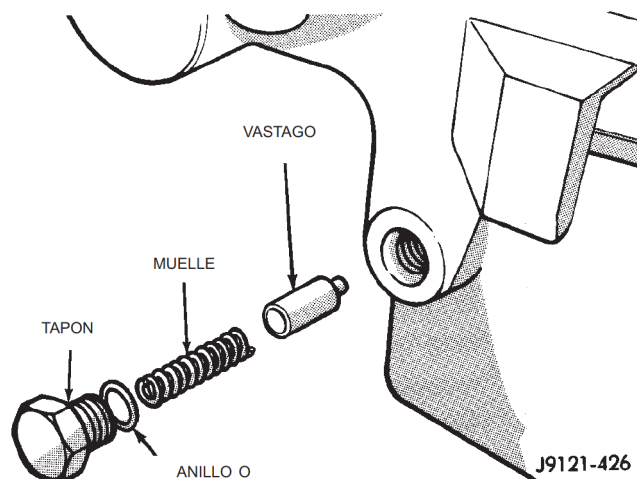

Fig. 82 Instalación de pasador, muelle y tapón del detenido
(22) Instale el tapón en el orificio de acceso del pasador de sujeción.
(23) Instale el vástago, el muelle y el tapón del detenido en la caja (Fig. 82).